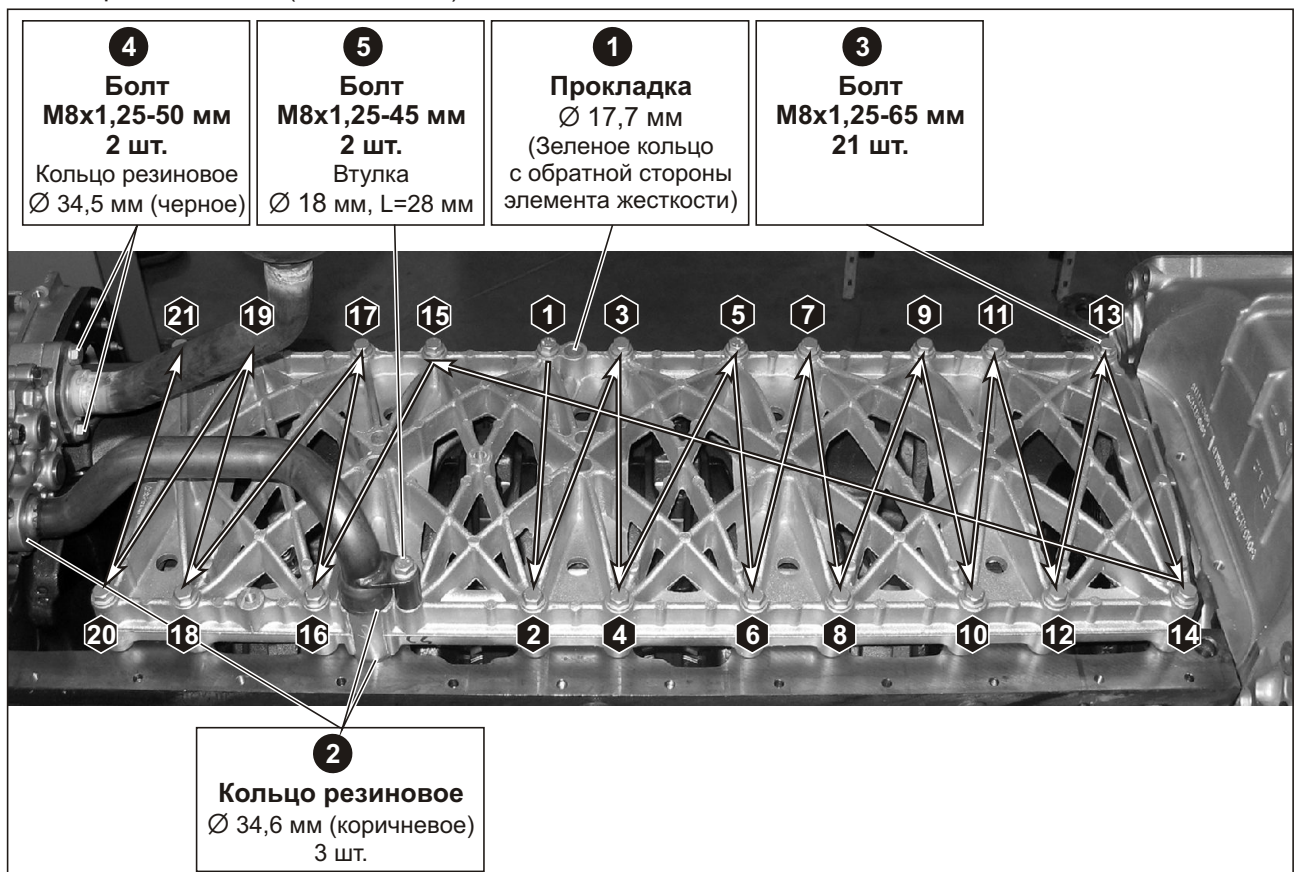

Рис. 105. Установка усилителя жесткости блока и масляного насоса.
1. Установить на усилитель жесткости блока кольца резиновые (2) и прокладку (1) (см. Рис. 105).
3. Навернуть болты крепления усилителя жесткости блока и затянуть $M_{кр} = 30 \pm 6$ Нм, соблюдая порядок затяжки (см. Рис. 105).
5. Затянуть болты (4) (см. Рис. 105) патрубка маслозаборного $M_{кр} = 20 \pm 4$ Нм.
7. Установить втулку и затянуть болт (5) (см. Рис. 105).